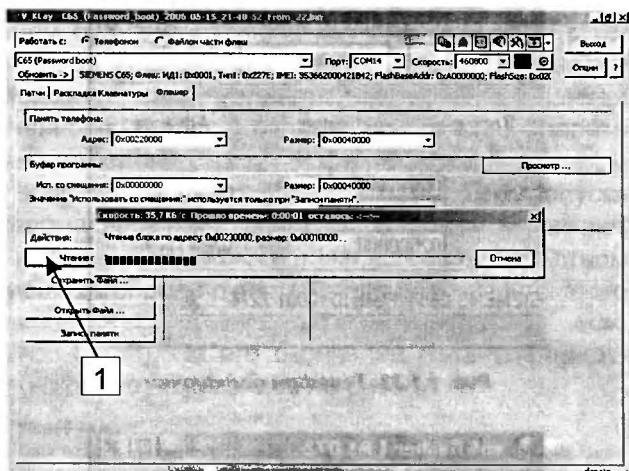

Рис. 1.1.29. Чтение памяти
3. Нажимают кнопку «Чтение памяти» (1 на рис. 1.1.29). На этом рисунке показан сам процесс чтения памяти телефона.